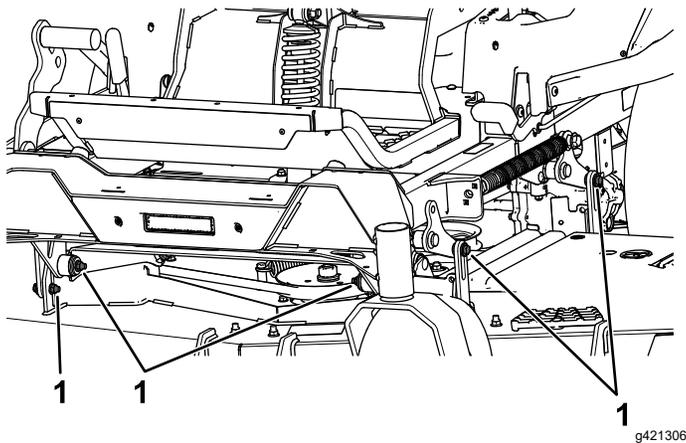

Рисунок 90
7. Отверните болты и гайки с обеих сторон машины и сохраните их (Рисунок 90).